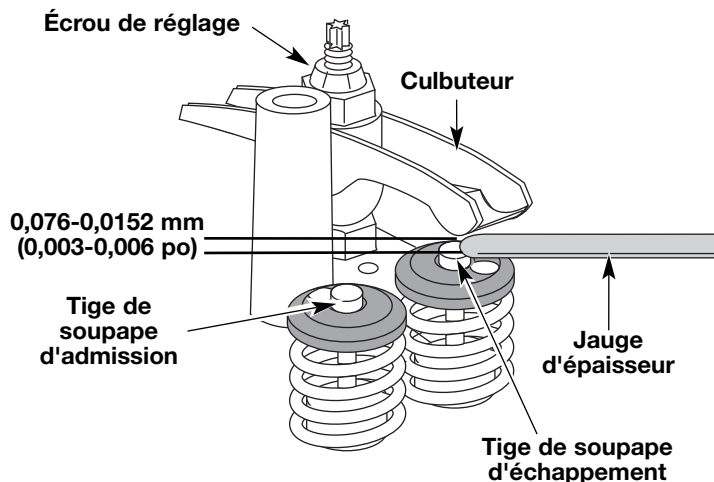

Fig. 33
- a. Tournez l'écrou de réglage à l'aide d'une clé de 8 mm (5/16 po) ou d'un tournevis à embout hexagonal (Fig. 33).